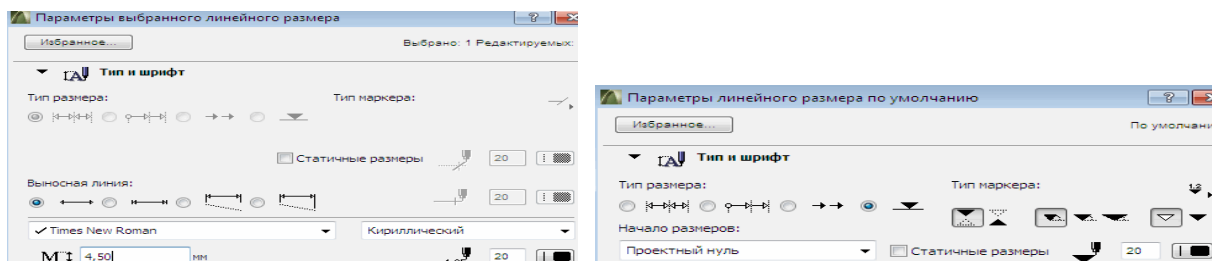

Рис. 148
8. Выберите инструмент **Линейный размер** и установите его параметры в диалоговом окне (рис. 148).